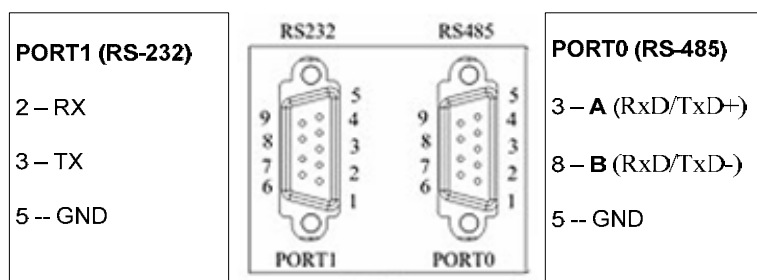

Figura 3
1. La **Figura 3** muestra el PORT1 (RS-232), que se emplea en la programación de la CPU. Puede ser de forma local mediante una conexión con cable RS-232 entre PC y PLC o de forma remota mediante un convertor RS-232 a TCP/IP.